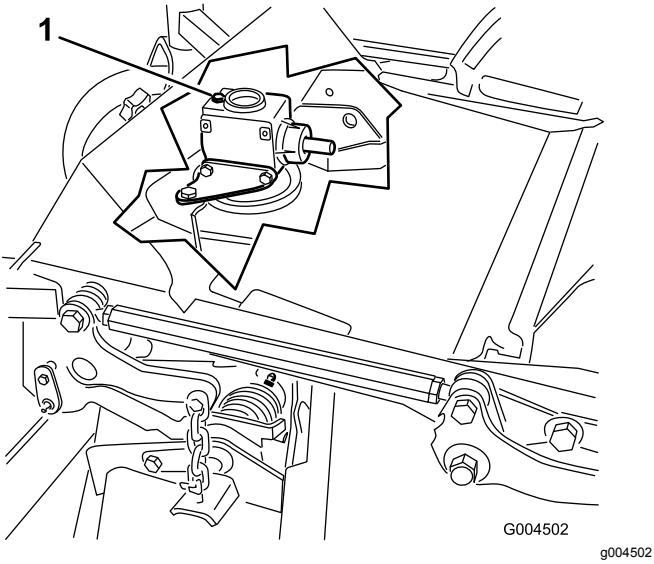

図 29
6. ギアボックスの上部についているディップステイク兼給油プラグを取り、オイルの量が、ディップステイクについている2本のマークの間にあることを確認する 図 29。
6. ギアボックスの上部についているディップスティック兼給油プラグ図 29を取る。